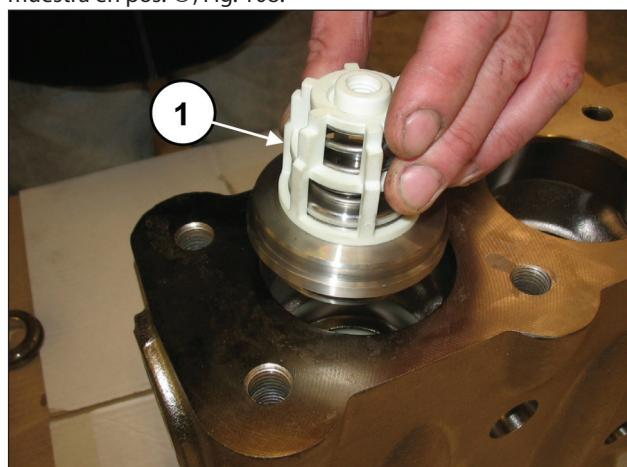
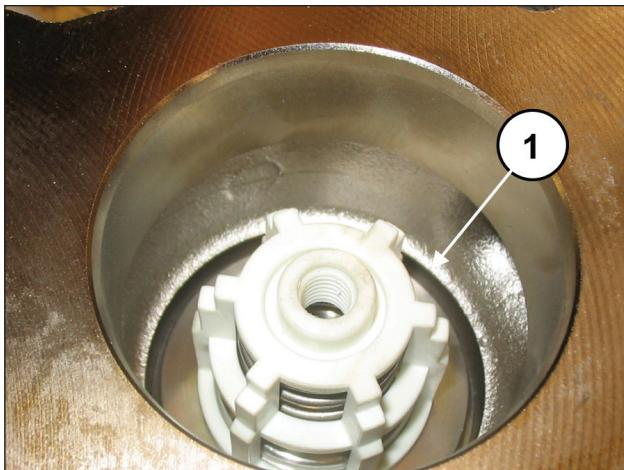

Fig. 107
Fig. 108
Introducir el grupo de la válvula de envío (pos. ①, Fig. 107). Introducir el grupo de la válvula de envío a fondo como se muestra en pos. ①, Fig. 108.